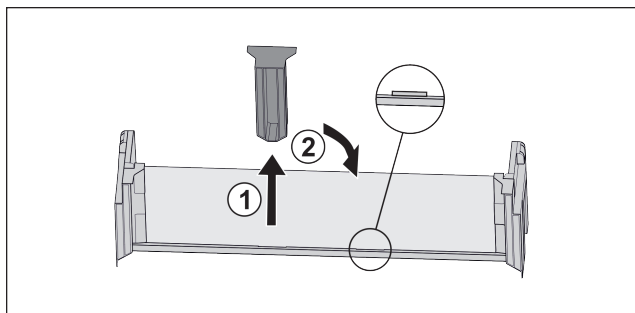

Fig. 96
- 拉出中间的定位件 Fig. 96 (1)。
- 将中间的定位件插入第二个位置 Fig. 96 (2)。